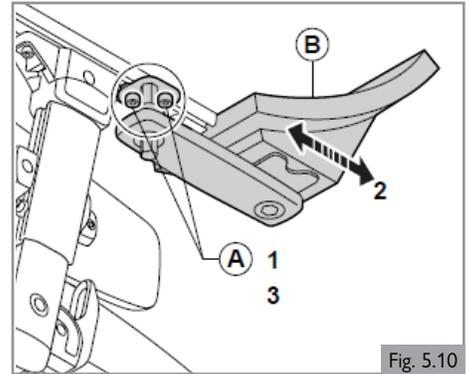

Fig. 5.10
**5.7 Mando fijo/abatible predefinido****Profundidad del soporte del mando (Fig. 5.10)**